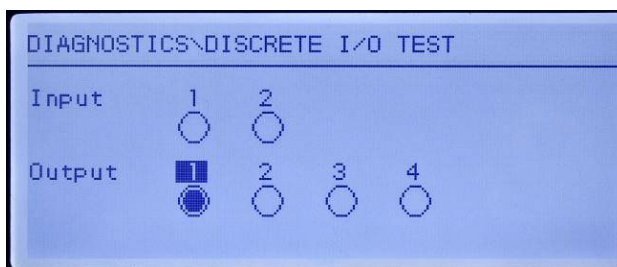

Figure 5-8 : Écran de texte E/S discrètes, sortie 1 active
3. La surbrillance de contrôle d'une sortie spécifique est indiquée par inversion de la vidéo du nombre au-dessus de la sortie. Lorsqu'une sortie est en surbrillance, appuyez sur la touche de navigation UP pour Activer la sortie. Un cercle plein et plus petit apparaît pour indiquer que la sortie est ACTIVÉE. Ceci est présenté sur la Figure 5-8.